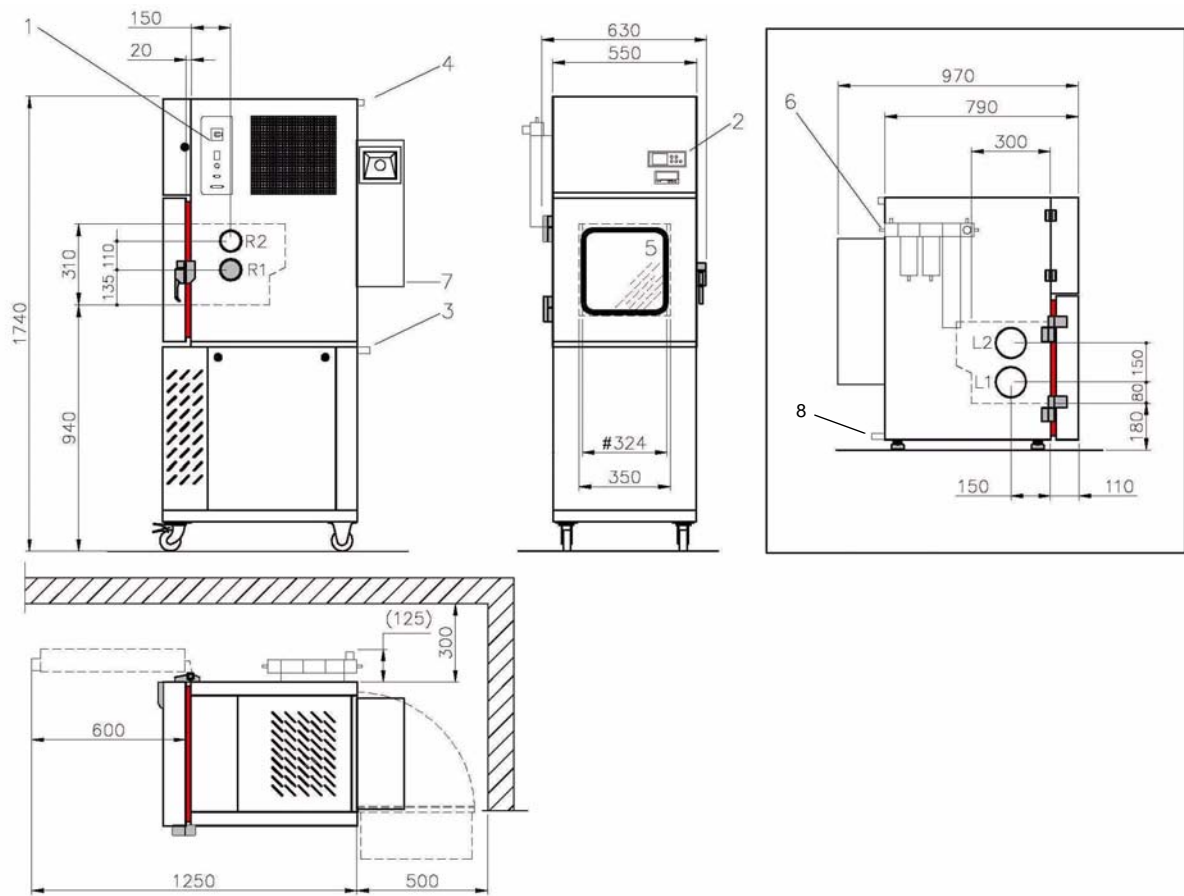

Abb. 4-2
- *Abb. 4-2 Aufstellplan für Prüfschränke mit 34 l (Seite 21)*